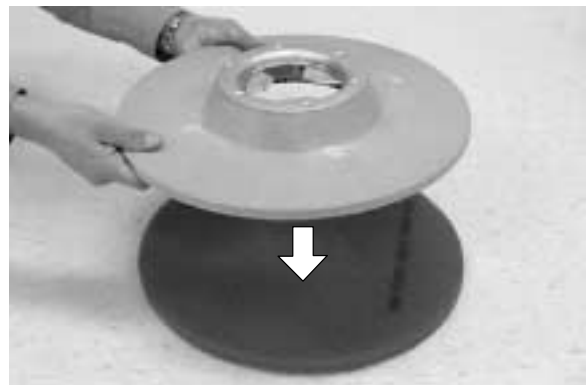

ABB. 6
2. Bringen Sie den Belag an, indem Sie ihn über dem Antriebssteller zentrieren und dann mit der Hand andrücken, um ihn zu sichern (Abb. 6).